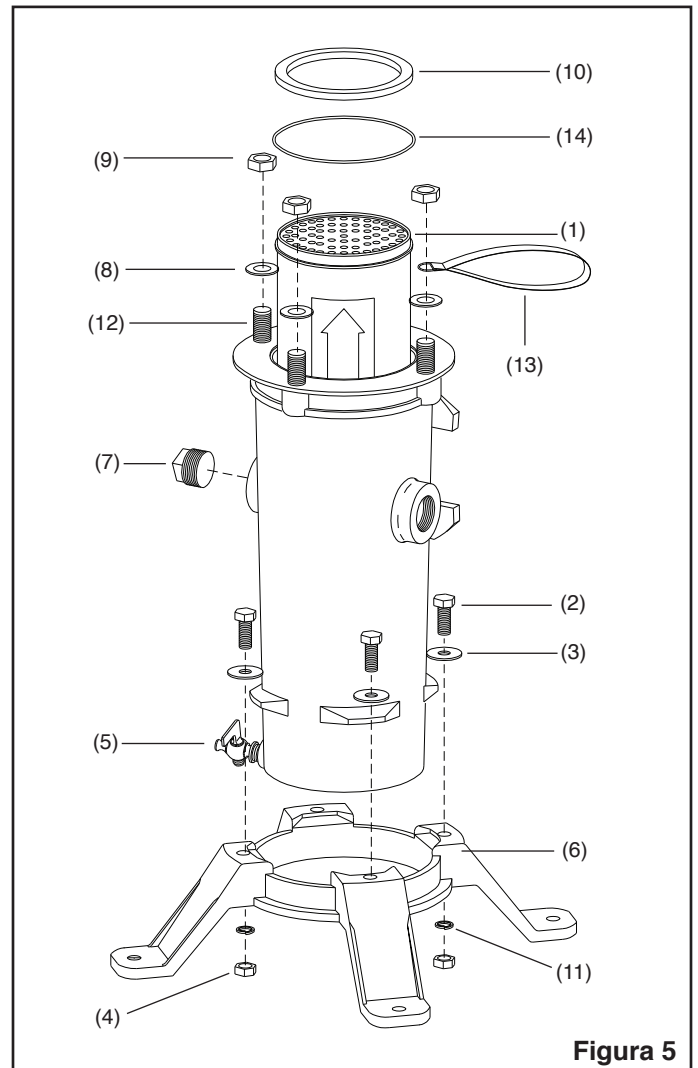

Figura 5
7.1 Repuestos comunes, Figura 5